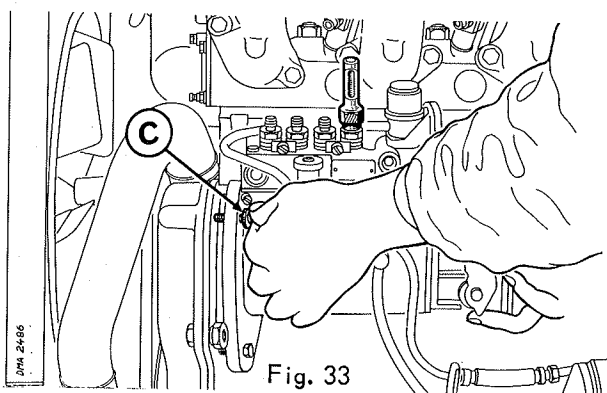

Fig. 33
Revenir en arrière de 2 dents pour compenser l'inclinaison des dents, emmancher la pompe et la fixer par la 3ème vis (C) (fig. 33).